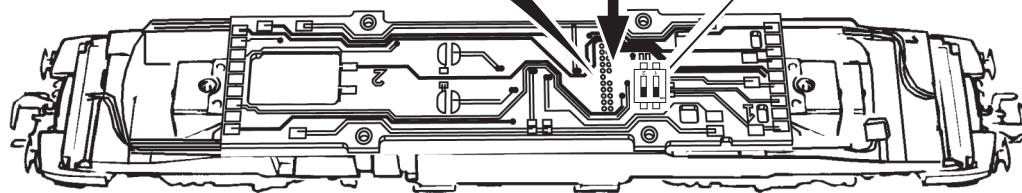

Fig. 8
2. Schmierung: Versiehen Sie die im Schmierplan in Fig. 8 gekennzeichneten Stellen mit nur **kleinen Öltropfen**. Dazu zuerst das Lokgehäuse abnehmen (Fig. 3). Wir empfehlen den ROCO **Öler Art.-Nr. 10906**. Fürs Schmieren der Getriebeteile (Zahnräder, Schnecke) empfehlen wir das **ROCO-Spezialfett Art.-Nr. 10905**. Im Falle der Schmierung diese Teile **nicht ölen**.
2. Lubrication: Apply **tiny oil drops** to spots marked in fig. 8. Prior to lubrication dismantle locomotive (fig. 3). We recommend using item no. **10906, Roco oiler**. For lubrication the gearparts (e.g. cogwheels, worm) we would recommend our Roco **special grease** (item no. **10905**).
2. Graissage: N'appliquez **qu'une tout petite goutte** aux endroits indiqués par le plan de graissage (fig. 8) après avoir démonté la caisse de la locomotive (fig. 3). Nous vous recommandons le **graisseur à huile Roco réf. 10906**. Pour graisser les engrenages (roues dentées, vis sans fin) nous vous conseillons la **graisse spéciale Roco réf. 10905** pour engrenages en matières synthétiques. Lorsque vous utilisez cette graisse il faut éviter d'huiler ces composants.